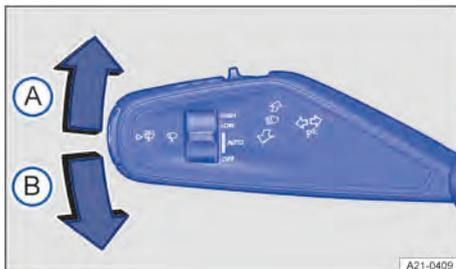

Fig. 80 Na coluna de direção à esquerda: alavanca dos indicadores de direção e do farol alto e alavanca dos limpadores dos vidros.
2. Colocar a alavanca dos indicadores de direção e do farol alto a partir da posição central para a posição necessária → Fig. 80.